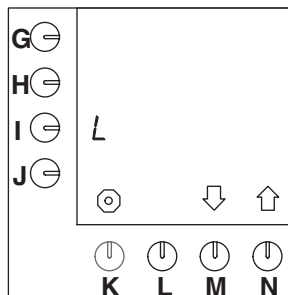

Fig. 32 Standard forhåndsinnstilt enhet = L (liter)
- Dette er den forhåndsinnstilte standardinnstillingen (fig.32).